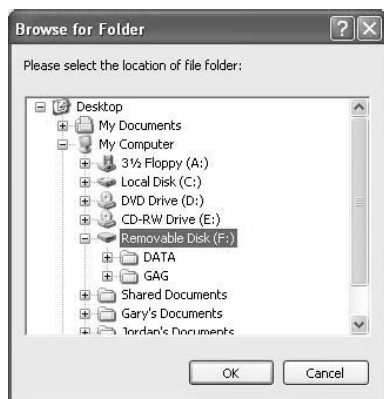

Abb. 3-26
*Hinweis: Das richtige Laufwerk ist ein Wechsellaufwerk. Wenn Sie nicht sicher sind, welches das richtige Laufwerk ist, ist es die Prüfmethode, die CF-Karte in den Leser zu stecken und es gibt zwei Ordner in dem richtigen Laufwerk: DATA und GAG (wie in Abb. 3-26 gezeigt).*